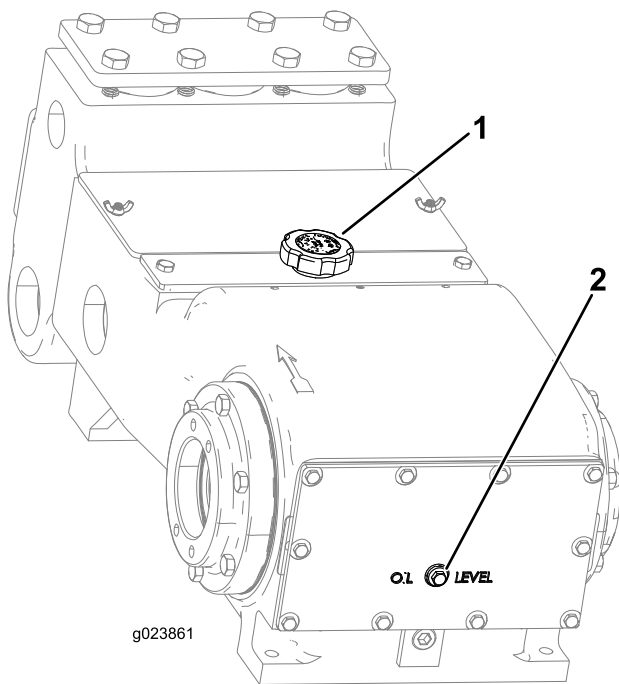
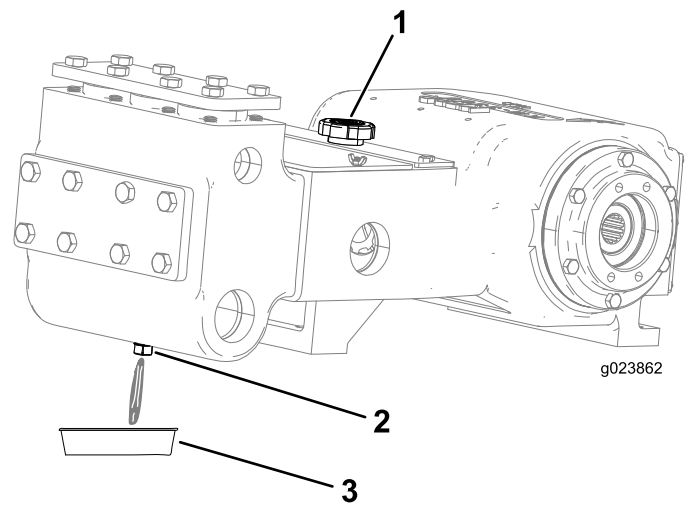

Figure 121
Figure 122
2. Enlevez le bouchon de contrôle du niveau d'huile sur le carter moteur (Figure 121).
3. Vérifiez que le niveau d'huile atteint le trait de remplissage, comme montré à la Figure 121.
4. Enlevez le bouchon de vidange et placez un bac de vidange sous le trou du bouchon de vidange (Figure 122).
6. Attendez que toute l'huile s'écoule dans le bac de vidange (Figure 122).
8. Enlevez le bouchon de remplissage (Figure 122) et ajoutez environ 1,8 l d'huile, ou suffisamment d'huile pour que le niveau atteigne le niveau du bouchon de contrôle de niveau d'huile, comme montré à la Figure 121.